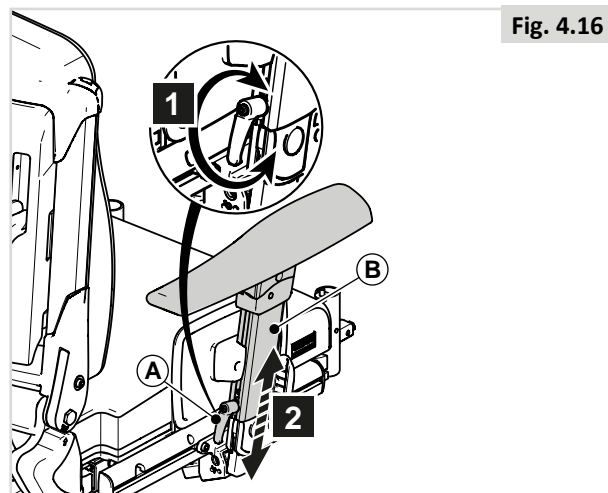

Fig. 4.16
**4.4 Pré-réglage des accoudoirs relevables / des accoudoirs escamotables / des accoudoirs amovibles****Hauteur de l'accoudoir (Fig. 4.16)**